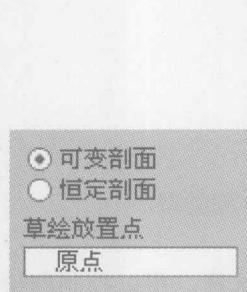

图 1-3
④ 水平/垂直控制：确定剖面绕草绘平面法向的旋转是如何沿可变截面扫描进行控制的。
⑤ 起点的 X 方向参照：设定 X 轨迹起点的方向参照。
8) 选项：单击“选项”按钮，打开如图 1-3 所示的面板。在该面板选择扫描形式为“可变剖面”扫描还是“恒定剖面”扫描；若扫描对象为曲面，在该面板设定扫描曲面的端面为开口还是封闭，以及设定草绘面在原始轨迹线中的位置，系统默认的剖面放置点是原始轨迹线上的起始点。